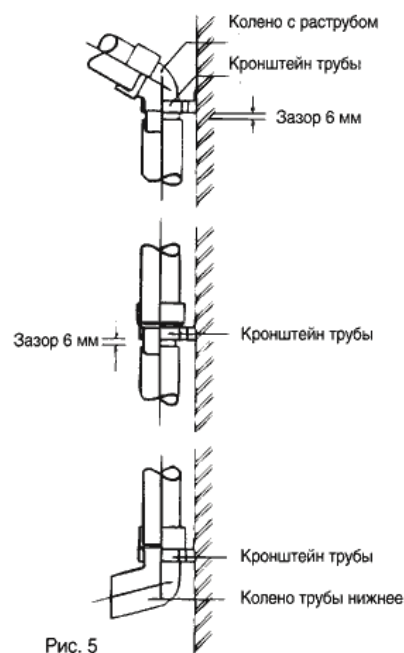

Рис. 5
4. Кронштейн должен быть установлен на колене трубы нижнем (см. рис. 5). Для установки рекомендуем использовать шурупы не короче 38 мм.